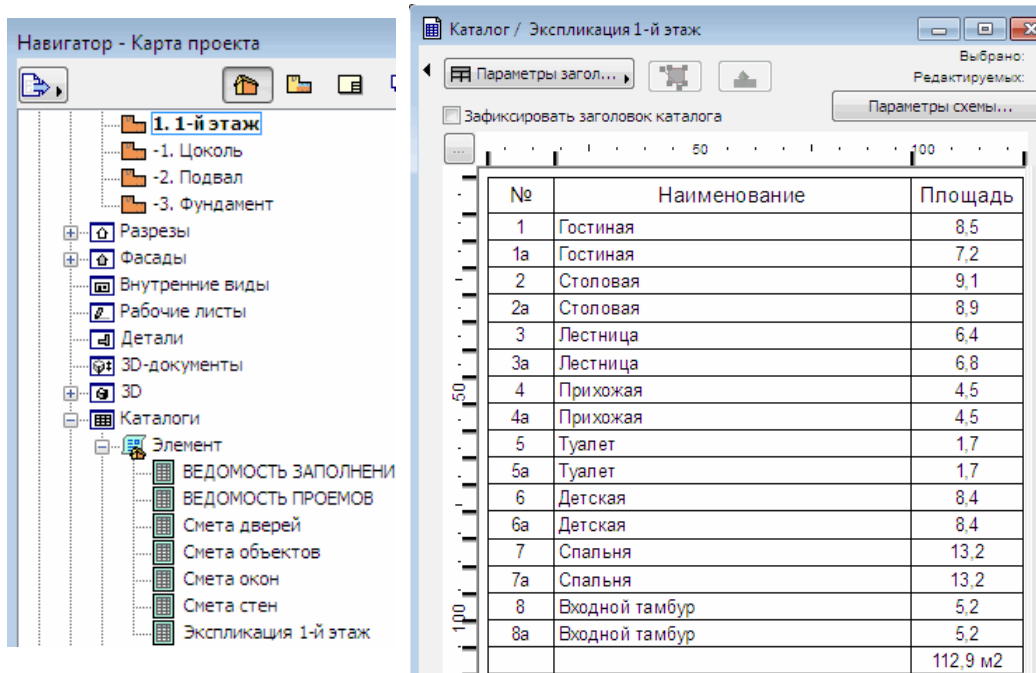

Рис. 129
10. Войдите в подпапку **Экспликация 1-й этаж** папки **Каталоги** в **Карта проекта** навигатора. Появится контекстное окно **Каталог/Экспликация 1-й этаж** с названием всех помещений, расположенных на первом этаже и их площадью (рис. 129). На этом заканчивается размещение зон.